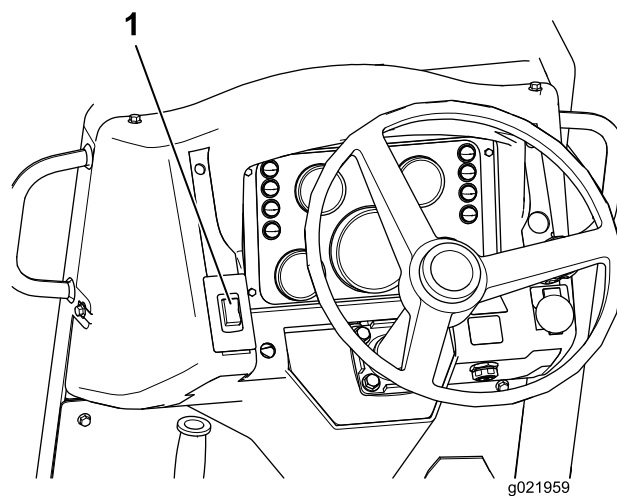

Figura 23
1. Per inserire il freno di stazionamento, premete il relativo interruttore (Figura 23).